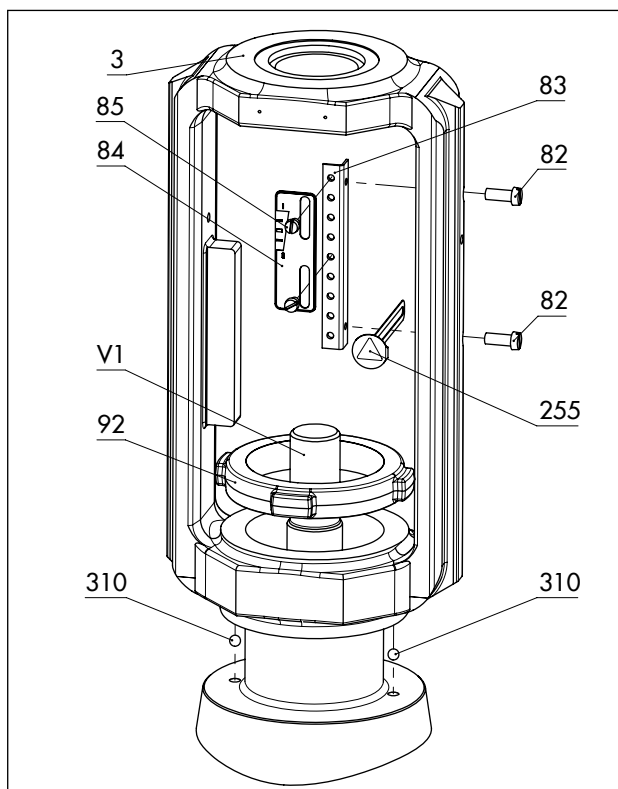
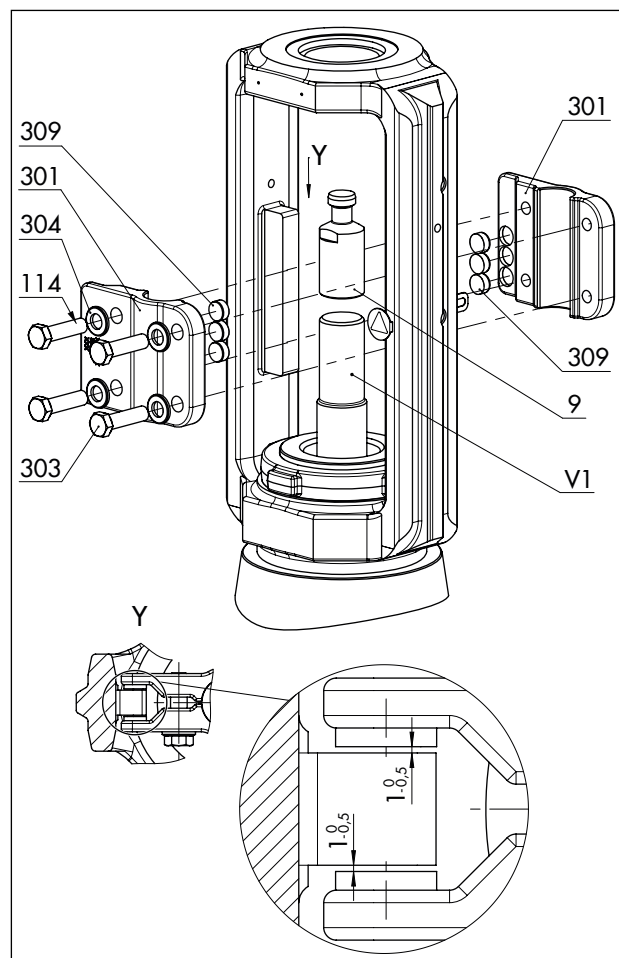

Fig. 20: *Panoramica del montaggio del gruppo castello con targhetta della corsa nella versione standard*
Fig. 21: *Panoramica del montaggio della protezione contro la torsione nella versione standard*
Vedere Fig. 20 e Fig. 21
- Tra le rondelle di scorrimento e il loro supporto sul castello sia presente uno spazio nominale compreso tra 0,5 e 1 mm su ciascun lato (vedere dettaglio Y nella Fig. 21)